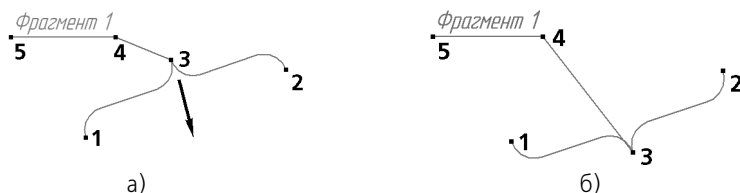

Рис. 43.20. Смена направления фигурной скобки:
- Смена направления фигурной скобки достигается перемещением точки в центре скобки — **т3** (рис. 43.20).